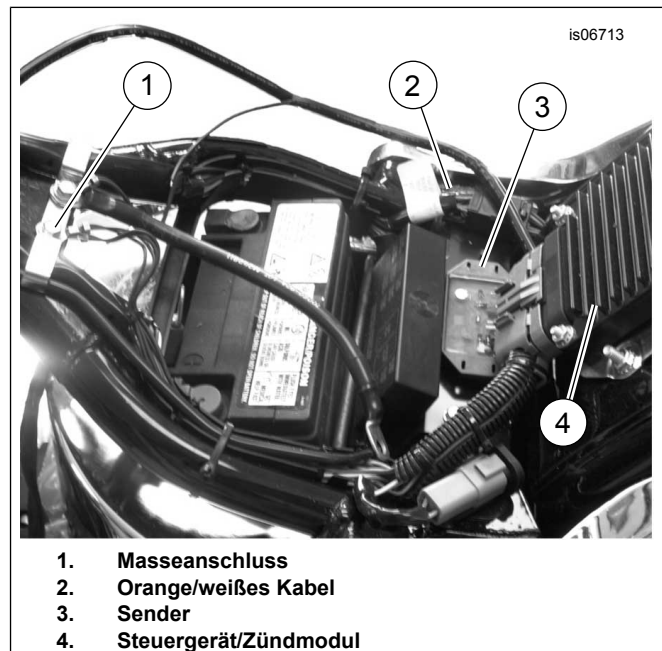

Abbildung 6. Montage des Senders, Deuce ab 2000
3. Siehe Abbildung 6. Den Sender an die Fläche unter dem Steuergerät/Zündmodul befestigen. Die Senderkabel nach vorne, entlang der rechten Rahmenseite verlegen. Weiter mit dem Abschnitt **Anschluss des Kabelbaums**.